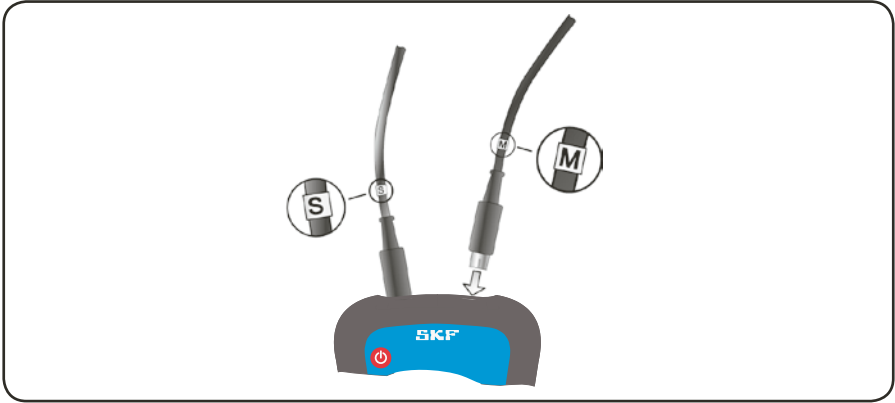

图9. 连接测量单元与显示单元
b) 连接两个测量单元与显示单元。需要保证连接线接头与显示单元的正确连接。见图9。